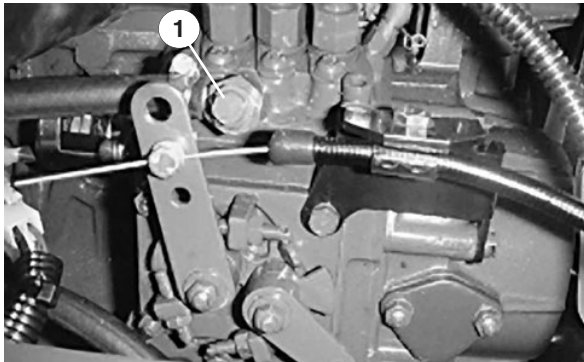

Figure 10
3. Desserrez la vis de purge sur la pompe d'injection (Fig. 10).